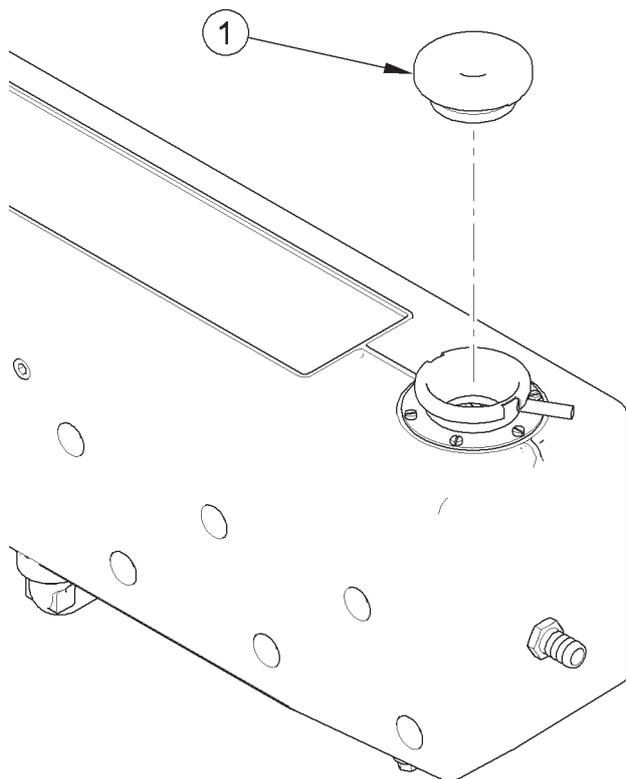

Figura 2
1. Quite el tapón de llenado de refrigerante (Figura 2, elemento 1).